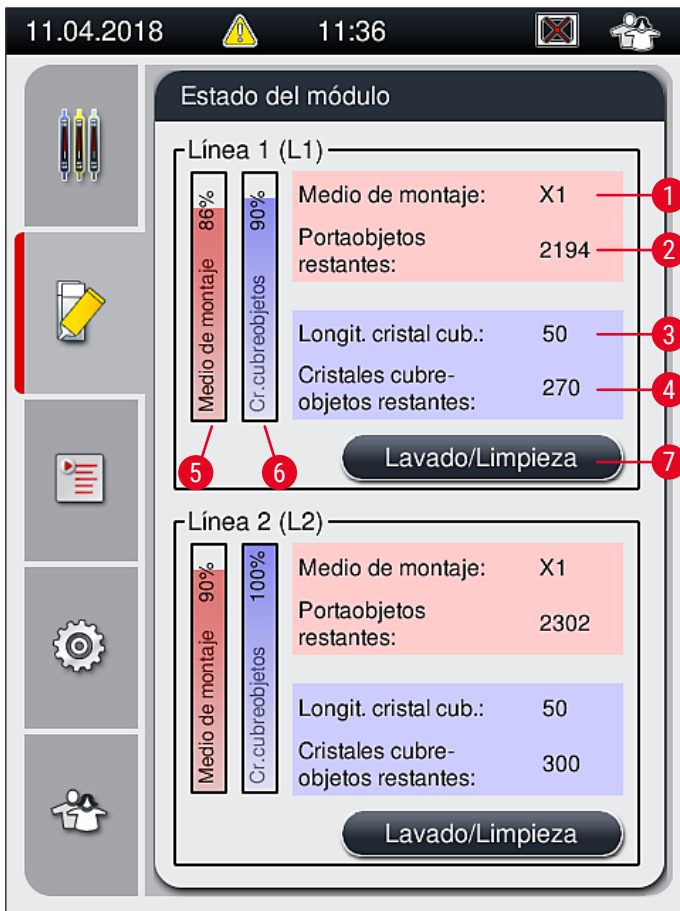

Fig. 49
- El menú **Estado del módulo** (→ Fig. 49) ofrece al usuario del HistoCore SPECTRA CV un resumen de los consumibles utilizados (medio de montaje (→ Fig. 49-1) y cristales cubreobjetos (→ Fig. 49-3)), su nivel actual de llenado (→ Fig. 49-5) (→ Fig. 49-6) y la cantidad restante (→ Fig. 49-2) (→ Fig. 49-4) en ambas líneas de cubreobjetos.